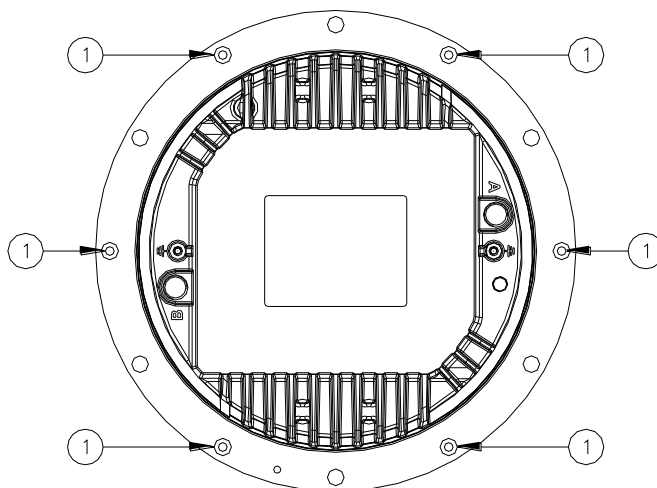

Figura 16 – Tornillos de fijación de la cubierta inferior
- Abra el dispositivo desatornillando los seis tornillos de bloqueo TORX SFH M5x10 (Figura 16 - n.º 1).
- seis tornillos de bloqueo TORX SFH M5x10 (Figura 16 - n.º 1);
Compruebe la posición correcta de las dos juntas tóricas entre la cúpula y la cubierta inferior (Figura 18 - n.º 2 y 3); monte la cubierta inferior en la cúpula y fíjela con los seis tornillos TORX SFH M5x10 (Figura 16 - n.º 1). Se debe aplicar una gota de adhesivo anaeróbico de tipo bajo (por ejemplo, LOXEAL 24-18) a los tornillos antes de la instalación. El par de apriete es de 2,5 Nm.